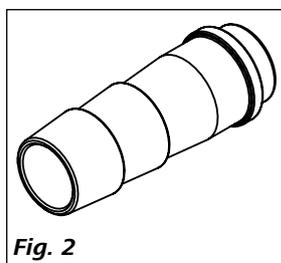

Fig. 2
- Conector de manguera diám. nominal 8 (2 unidades) véase Fig. 2
- Conector de manguera diám. nominal 12 (2 unidades) véase Fig. 2